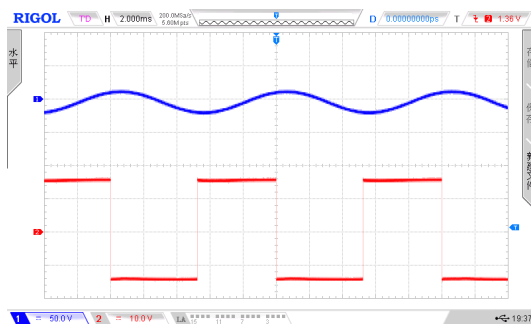

图 8 有滞回 全局波波形
1) 实验教材比较器电路,大多双电源供电,输出双极性电压。本实验中采用单电源供电,低电平为 0V,滞回电压 V_{th} 计算公式没有系数 2: 电路见图 8